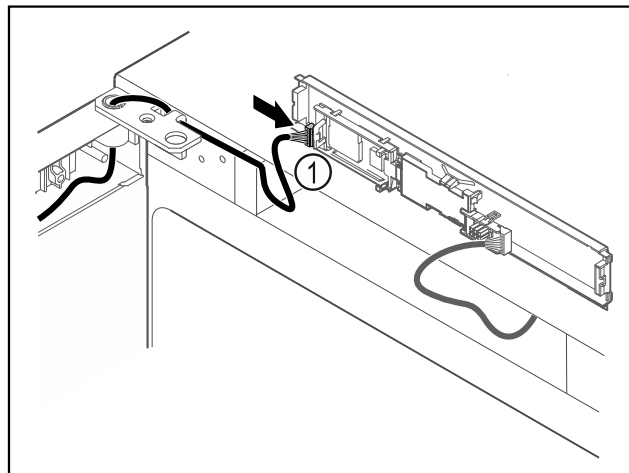

Fig. 65
- ▶ Įkiškite kištuką į plokštę Fig. 65 (1).